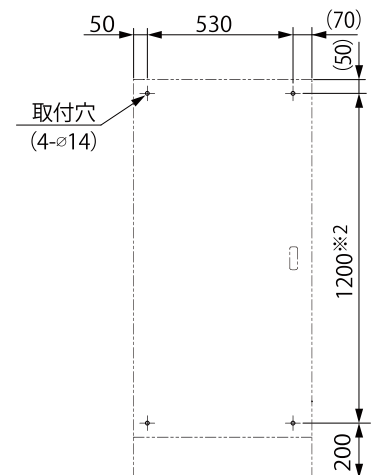

図 5
3. 背面の取付穴 (4-φ14) に、アンカーボルト M10 で壁面に固定してください。(図 5)